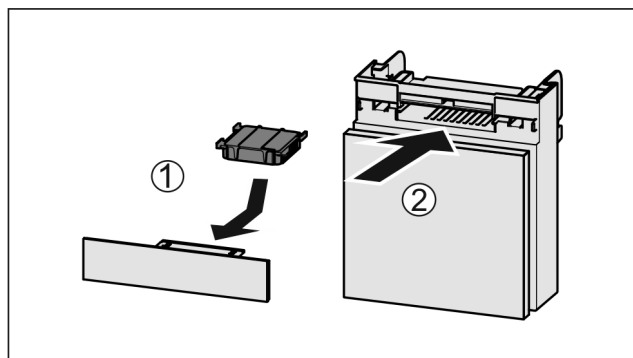

Fig. 121
- Поставете Fig. 121 (1) филтъра с активен въглен, както е показано на фигурата.
- Вкарайте Fig. 121 (2) отделениято.